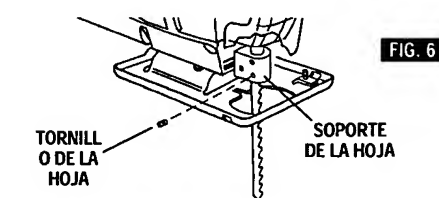

FIG. 6
1. Para uso manual con desplazamiento continuo y sin desplazamiento continuo, introduzca la hoja hasta la profundidad máxima en la posición central del soporte de la hoja directamente debajo del émbolo tal como se muestra en la Fig. 6.